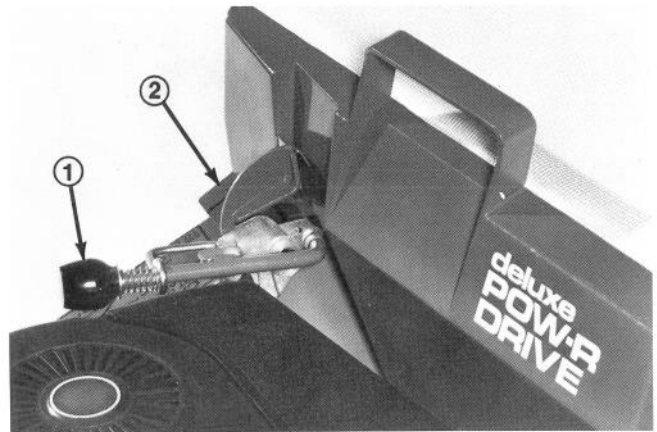

Abb. 17
3. Das Loch in der Sacköffnung auf den Passstift auf dem Gehäuse schieben (Abb. 17); den hinteren Teil des Sackrahmens auf den Griffstiften ruhen lassen.